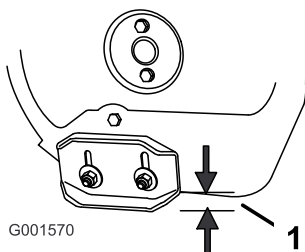

Figure 41
2. Desserrez les écrous qui fixent les deux patins aux côtés de la vis sans fin jusqu'à ce que les patins puissent coulisser aisément vers le haut et vers le bas (Figure 41).